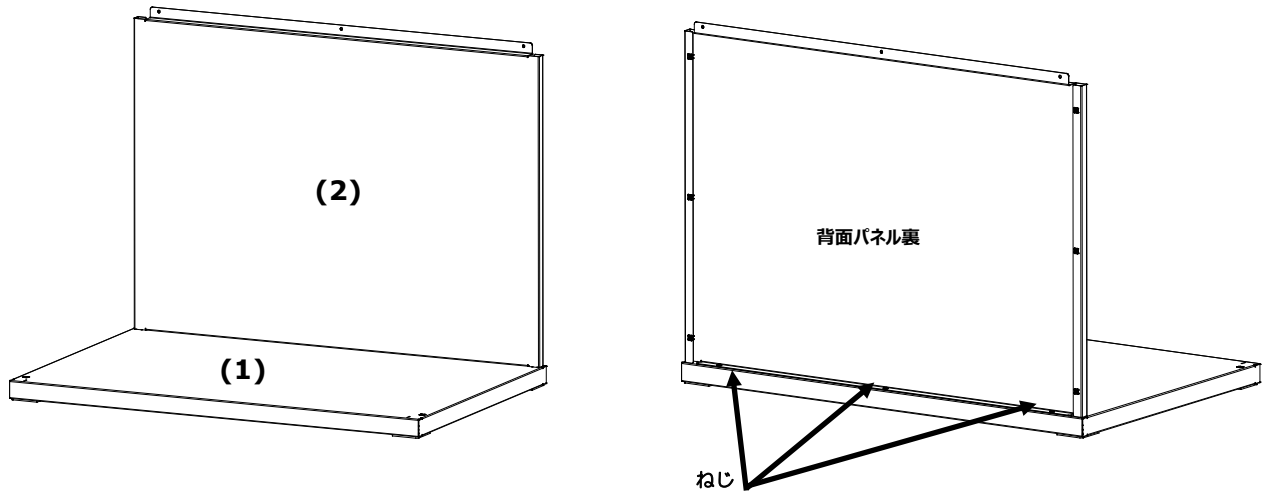

図 2：背面パネルを底パネルに設置
2. 背面パネル (2) 底のタブを、底パネル (1) 後方のくぼみに合わせます。図 2 の様に、背面パネルと底パネルを 3 本のねじで固定します。